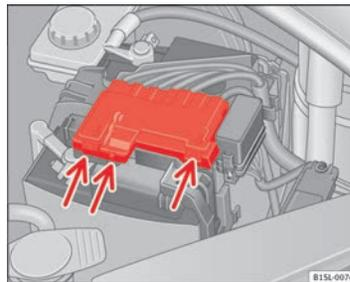

Fig. 110 Nel vano motore: Rimuovere la copertura della batteria del veicolo.
- Fare pressione sulle linguette ⇒ fig. 110 (frecce) nel senso indicato dalle frecce ed estrarre verso l'alto la copertura della batteria. ▶